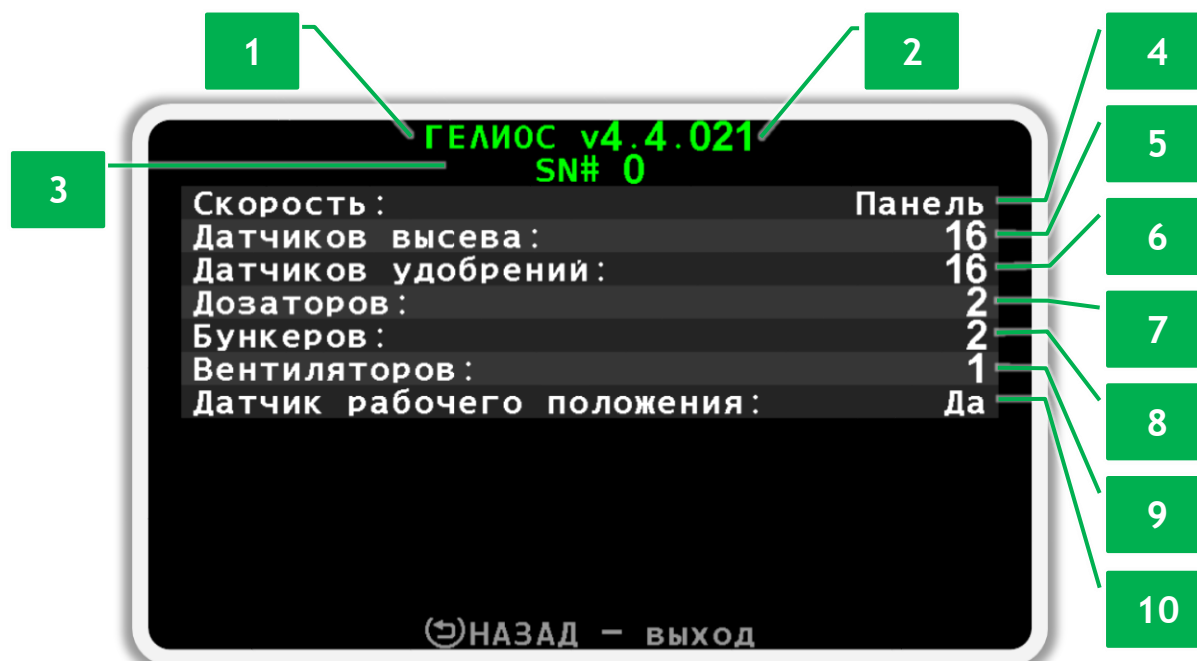

Рисунок 17 Экран просмотра профиля
3. Теперь отпустите нажатую кнопку и ознакомьтесь с настройками профиля. Внешний вид и пример содержимого экрана изображен на Рисунок 17.